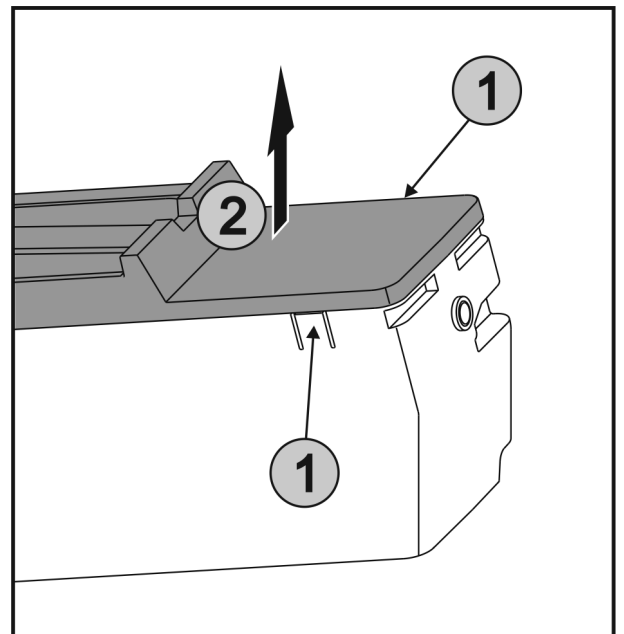

Fig. 56
- Appuyer simultanément sur les languettes Fig. 56 (1) des deux côtés de l'EasyTwist-Ice et retirer le couvercle Fig. 56 (2) vers le haut.